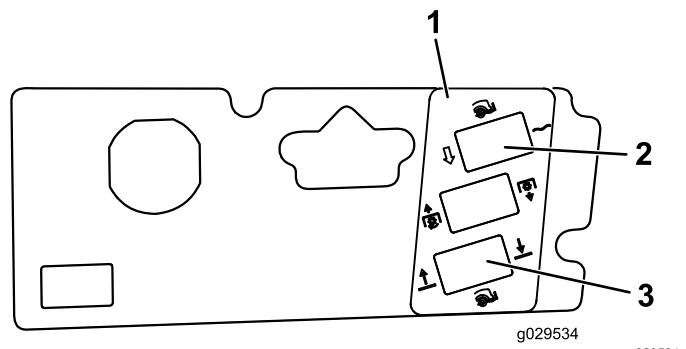

Рисунок 24
8. Очистите поверхность панели управления и прикрепите наклейку вокруг полученных отверстий (Рисунок 24).
9. Вставьте переключатели в соответствующие монтажные отверстия (Рисунок 24).